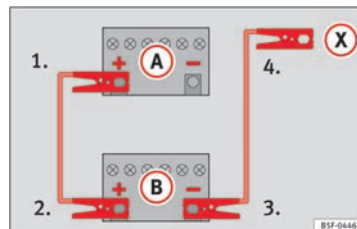

Fig. 208 Esquema de conexión para vehículos sin sistema Start-Stop.
2. Emborne un extremo del cable *rojo* de emergencia al polo positivo (+) del vehículo con la batería descargada (A) ⇒ fig. 208.
3. Emborne el otro extremo del cable *rojo* de emergencia al polo positivo (+) del vehículo que suministra la corriente (B). ▶
4. **En los vehículos sin sistema Start-Stop:** emborne un extremo del cable *negro* de emergencia al polo negativo  del vehículo que suministra la corriente  ⇒ fig. 208.